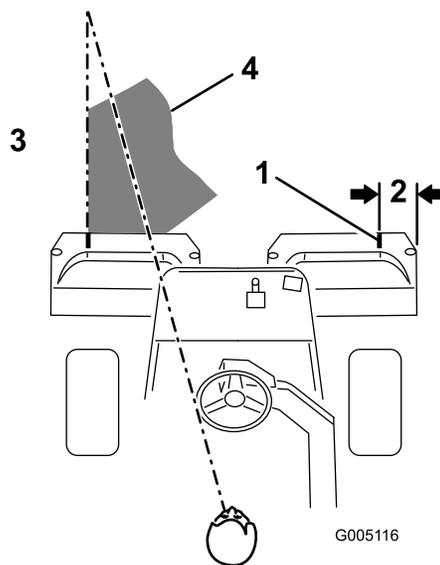

图24
**注意** 为了保持以直线方式穿过果岭，并使得机器与此前剪草的边缘保持等距请在机器前到果岭未剪部分的边缘虚构一条长约 1.83m 的视线 **图24**。有人发现将方向盘的外缘看作视线的一部分非常有用即让方向盘边缘对准与机器前面始终保持等距的某个点。